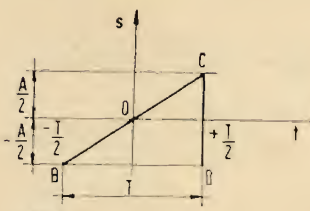
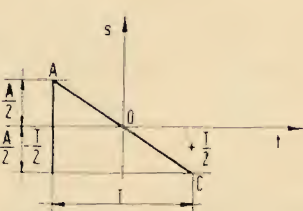

Fig. 8
Fig. 9
5. — La fig. 8 contempla il caso del dente di sega perfetto (già riportato in fig. 2 b), in cui il tempo di ritorno è ridotto a zero; in tal caso è  $m = 1$ .
Questo risultato era del tutto prevedibile, atteso il significato di  $A_{02}$ , infatti il valor medio del diagramma di fig. 8 è evidentemente nullo.
Dunque la serie per la  $f(t)$  di fig. 8 presenta i segni alternati.
6. — La fig. 9 contempla il caso del dente di sega invertito (già riportato in fig. 2 c) nelle stesse condizioni di riferimento del dente di fig. 8.
Dalla [26] appare inoltre che anche la serie per la  $f(t)$  di fig. 9 presenta i segni alternati.